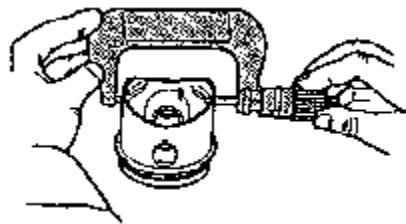

图 2-47 测量活塞尺寸
(1) 检查活塞时,如图 2-47 所示。检测部位距离裙部下缘约 10mm,并与活塞销轴线成 90°,要求与公称尺寸的最大偏差为 0.04mm。活塞的尺寸如表 2-8 所示。